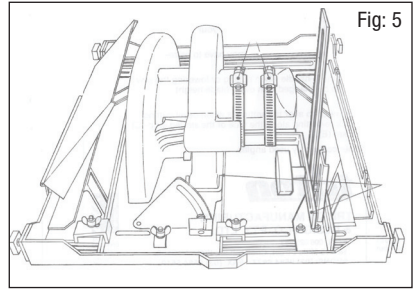

Fig: 5
9. S'il est possible de régler sans accroc la scie sur toute la plage existante, desserrez le bouton en T et serrez fermement les colliers de serrage (D), sans toutefois trop les serrer sous peine d'endommager le bloc-moteur.
10. Veillez aussi à ce que le bras de l'équerre pour bloc-moteur (E) qui se prolonge vers l'avant soit parallèle au bord de la semelle de la scie, (voir Fig. 5). S'il n'est pas parallèle, veuillez alors soit retirer l'équerre et la faire fléchir légèrement dans un étau, soit utiliser une pièce de calage entre la bande caoutchoutée et l'équerre.
11. Resserrez le bouton en T (G) en vous assurant que la bride rainurée (C) reste bien à la verticale, et que le bras étendu de l'équerre pour bloc-moteur (E) ne fléchisse ou ne se déforme pas pendant le serrage du bouton.
12. Pour finir, serrez les écrous qui maintiennent l'équerre de base (A) sur le châssis coulissant.